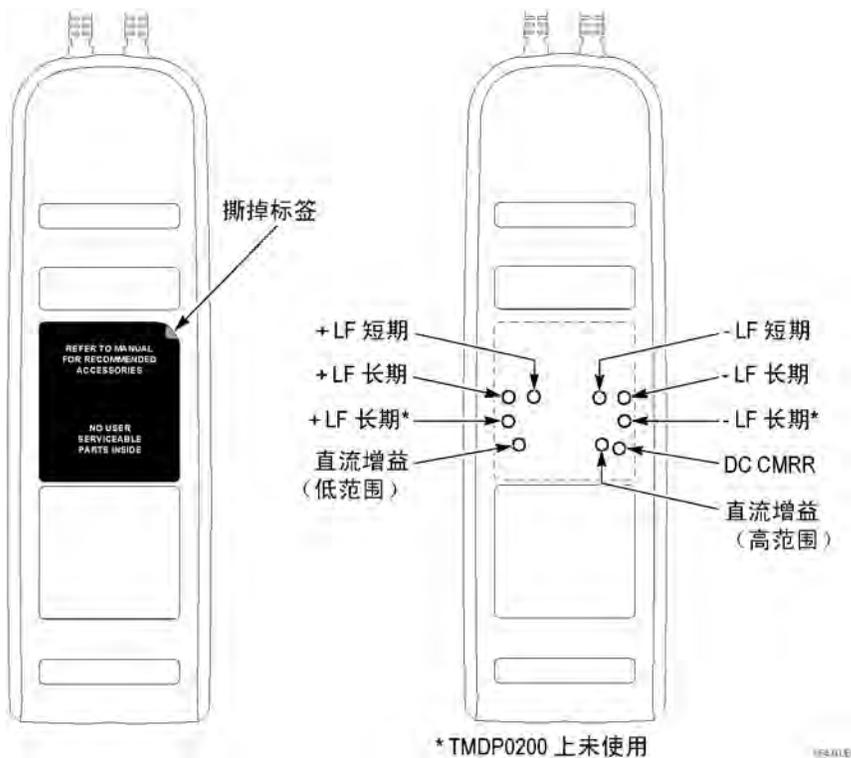

图 14: 内部调节位置 (仅序列号 C020000 及以上)
**说明：** 只有序列号为 C020000 及以上的探头有内部调节。（见图14）序列号为 C019999 及以下的探头如需调节（除偏置零位以外），则必须返回 Tektronix 进行维修。